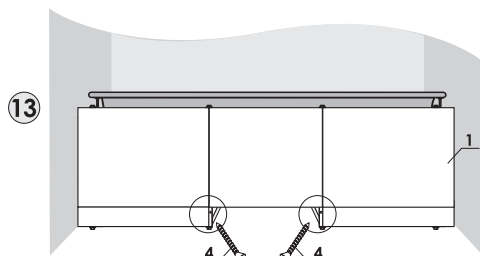

рис. 13
13. Через отверстия в ножках шурупами 4x35 соедините раму экрана и раму ящика (рис. 13)